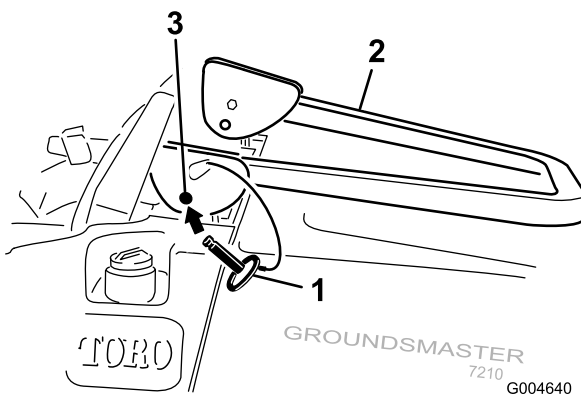

Figura 13
- Abbassate il roll bar (Figura 13).